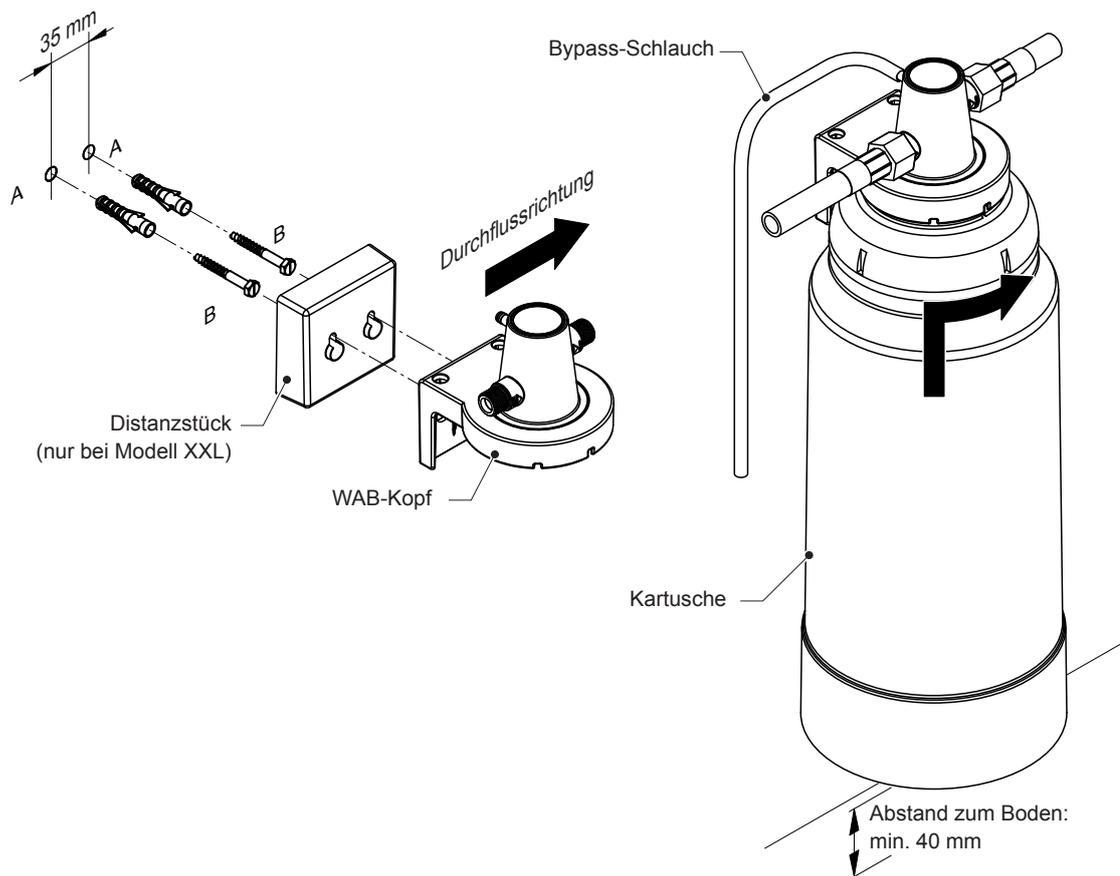

Abb. 22: Montage der Wasseraufbereitung
- bei Wandmontage unter der Wasseraufbereitung genügend Freiraum für den Ein- und Ausbau der Kartusche vorhanden ist (min. 40 mm, siehe auch Abb. 22) und die Befestigungsstelle (Mauer, Holzwand, etc.) eine ausreichende Tragfähigkeit und Stabilität aufweist und für die Befestigung geeignet ist. Betriebsgewichte siehe Abb. 22.